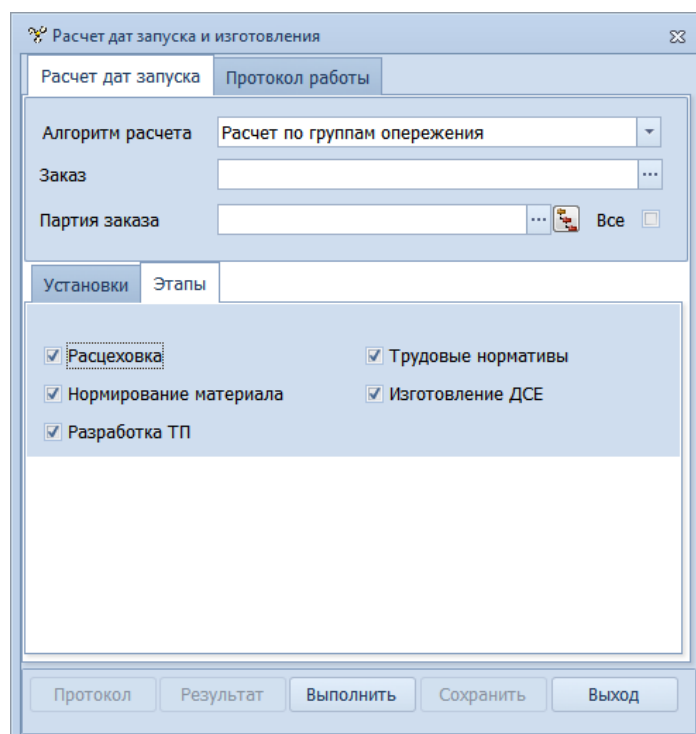

Рисунок 108. Пример настройка параметров на вкладке «Этапы»
- 3.4. Перейти на вкладку «**Этапы**» и галкой выделить этапы изготовления ДСЕ, по которым необходимо рассчитать даты (рис. 108):